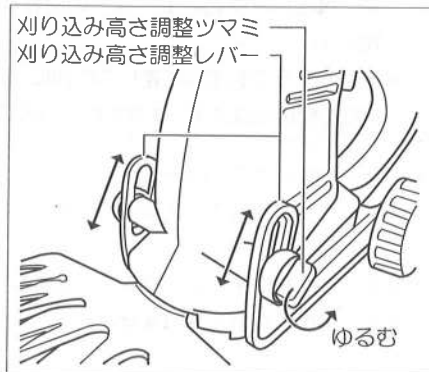

図4
(図4参照)
③ 刈り込み高さ調整レバーを上下にスライドさせて、刈り込み高さを調整します。(図4参照)